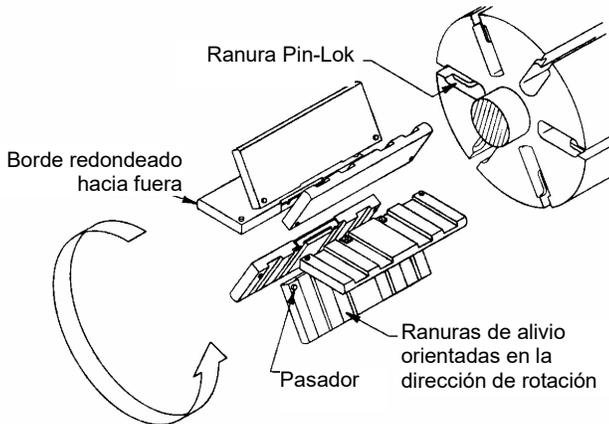

Figura 5 – Instalación de las paletas
5. Instale una nueva paleta, asegurándose de que el borde redondeado quede HACIA ARRIBA, y que las ranuras de alivio queden orientadas hacia la dirección de rotación. Consulte la figura 5.
5. Retire las paletas (14) y las varillas de empuje (77) del conjunto de rotor y eje. Inspeccione en busca de desgaste y daños, y reemplace según se indica a continuación:
- a. Inserte las tres varillas de empuje (77) en el interior del rotor.
6. Inserte las paletas en las ranuras del rotor, con las ranuras de alivio orientadas hacia la dirección de rotación de la bomba y con los bordes redondeados hacia fuera. Consulte la figura 5. Utilizando un guinche, instale el disco en la carcasa con el lado liso del disco hacia la carcasa (cavidad del sello hacia fuera) y el orificio de alivio de la presión hacia la parte inferior de la carcasa (posición de las 6 horas).
7. Instale un nuevo O-ring del cabezal (72).
- f. Empaque manualmente el rodamiento de bolas (24) con grasa. Consulte la sección "Lubricación" para conocer la grasa recomendada. Instale el rodamiento en la cavidad del cabezal.
- g. Inspeccione el sello de grasa (104) en busca de desgaste o daños, y reemplace según sea requerido. Engrase el diámetro exterior del sello de grasa y empújelo en la cubierta del rodamiento interno (27A) con el reborde del sello hacia fuera.
- h. Conecte la cubierta del rodamiento (27A) y el empaque (26) al cabezal. Asegúrese de que las graseras (76) de las cubiertas de los rodamientos estén accesibles. Instale y apriete los tornillos prisioneros de la cubierta del rodamiento (28) tal como se indica en la "Tabla de torque".